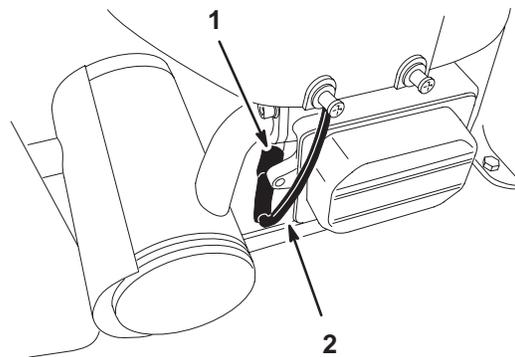

Figure 24
- Débranchez le fil de la bougie (Fig. 24). Nettoyez la surface autour de la bougie pour éviter que des impuretés n'endommagent le moteur en tombant à l'intérieur.
3. Reconnectez le fil à la bougie (Fig. 24).